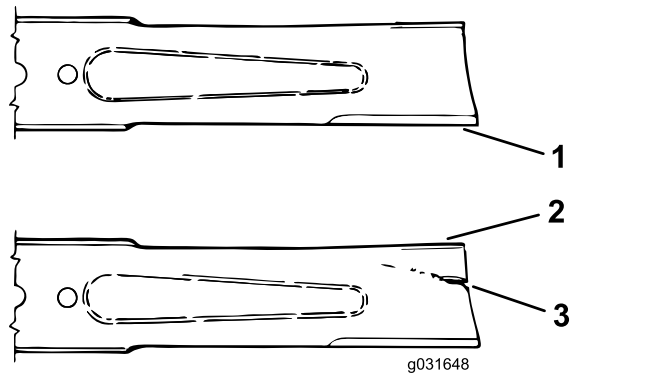

Figura 68
3. Examine cuidadosamente los extremos de corte de la cuchilla, sobre todo en el punto de reunión entre la parte plana y la parte curva de la cuchilla (Figura 68).